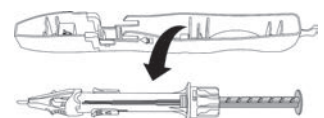

図 5 挿入器の取り出し
⑤ ケースから挿入器を取り出す(図 5)。取り出し後は直ちに⑥に進むこと。